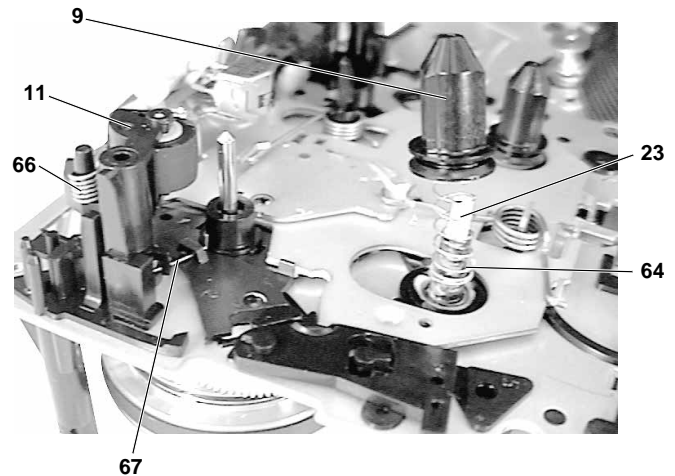

Fig. 12
- Untere Drehfeder 67 aushängen (Fig. 12).
- Beim Einbau ist die Feder 67 (Fig. 12) wieder einzuhängen.
- Unhook the lower torsion spring 67 (Fig. 12).
- Refit the spring 67 (Fig. 12) when mounting the new pressure roller.